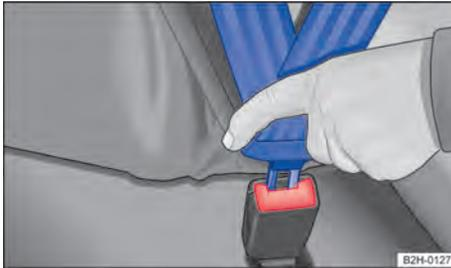

Fig. 20 Introduzir a lingueta do cinto de segurança no fecho do cinto de segurança.
3. Introduzir a lingueta do cinto de segurança firmemente no fecho do cinto de segurança pertencente ao assento → Fig. 20.